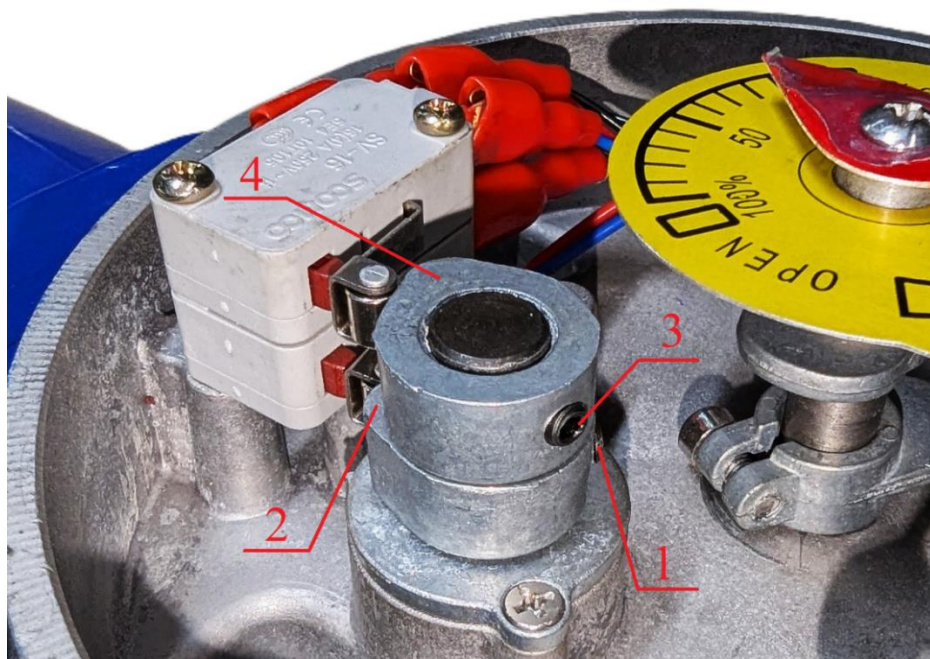

Рисунок 7. Блок моментных выключателей
2.5.2. Ослабить фиксирующий винт (1) и/или (3) (рис.7), вращением кулачка (2) и/или (4) изменить значение крутящего момента, соответствующего положению «ЗАКРЫТО» и/или «ОТКРЫТО», затянуть фиксирующий винт (1) и/или (3).